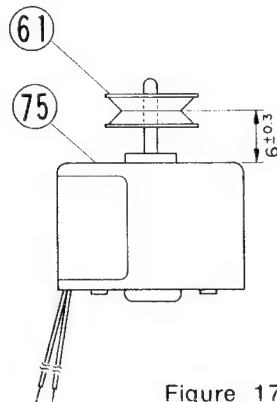
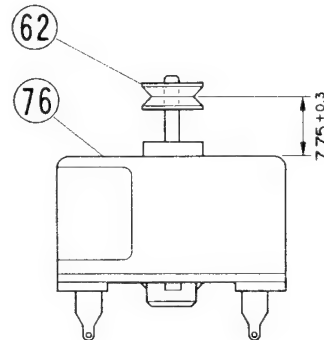

Figure 17
Figure 18
1. When the Pulley (61 or 62) is mounted to the Motor (75 or 76), make sure to have the specified clearance between the pulley and the motor referring to Fig. 17 and Fig. 18.
**(E) To REASSEMBLE, use DISASSEMBLY INSTRUCTIONS
1. プーリー (61) ・ (62) をモータ (75) ・ (76) に取り付ける際には図示された間隔を厳守する。(図17・18)